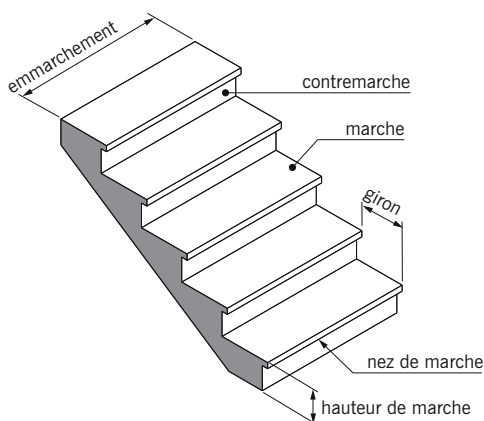

fig. 13.1
■ **L'emmarchement** (fig. 13.1) : largeur utile de l'escalier, mesurée entre murs ou entre limons.
■ **La hauteur de marche** (fig. 13.1) : distance verticale qui sépare le dessus d'une marche du dessus de la marche suivante. Les hauteurs des marches des escaliers intérieurs varient de 17 à 20 cm environ. Dans les calculs de dimensionnement d'escalier, la hauteur est souvent désignée par la lettre **H**.
■ **Le giron** (fig. 13.1) : distance horizontale mesurée entre les nez de deux *marches* consécutives. Les giron des marches des escaliers intérieurs varient de 27 à 32 cm environ. Dans les calculs de dimensionnement d'escaliers, le giron est souvent désigné par la lettre **G**.
■ **La contremarche** (fig. 13.1) : désigne soit la face verticale située entre deux marches consécutives, soit la pièce de bois ou de métal obturant l'espace entre ces deux marches.
■ **La marche** (fig. 13.1) : surface plane de l'escalier sur laquelle on pose le pied pour monter ou descendre. Par extension, le terme désigne également la pièce de bois ou de métal qui reçoit le pied. Le mot « marche » est aussi employé pour nommer l'ensemble formé par la marche et la contremarche notamment dans le cas des escaliers massifs en béton. On distingue deux principaux types de marches :
■ **Le nez de marche** (fig. 13.1) : bord avant de la marche, en saillie par rapport à la contremarche inférieure.